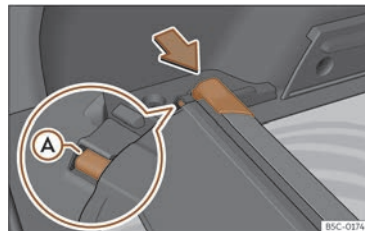

Fig. 178 No maleteiro: aloxamento para gardar a bandexa enrolable.
• Prema o cabezal da bandexa enrolable no sentido da frecha ata que encaixe no aloxamento previsto para este uso >>> **fig. 178**. Asegúrese de que o patín **(A)** encaixa no aloxamento correspondente.